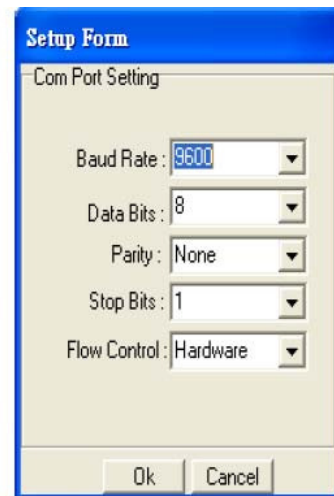

Abb. 3-6
- ✓ Drücken Sie die Taste Port Setup, um das Fenster zum Bearbeiten der Parameter aufzurufen (Abb. 3-6).